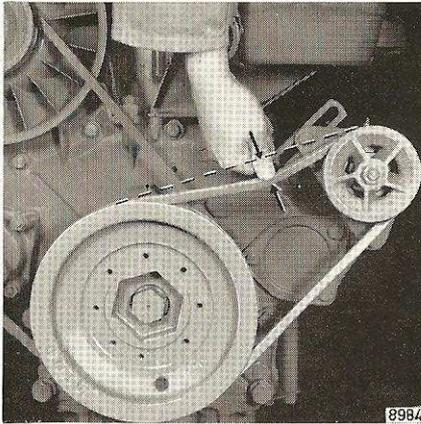
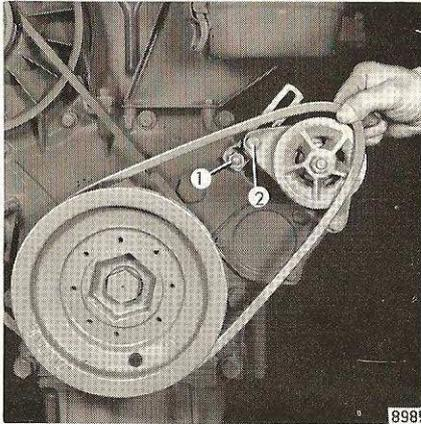

Fig. 31
Fig. 32
**B 12** Vérifier la tension de la courroie trapézoïdale de la dynamo toutes les 240 heures de service (tous les deux changements d'huile), en appuyant avec le pouce (fig. 31). La courroie trapézoïdale ne doit pas se laisser repousser de plus de 10 à 15 mm environ. Quand il y a lieu de retendre la courroie, desserrer légèrement l'écrou à six pans 1 (fig. 32) ainsi que la vis de fixation 2. Pousser la dynamo vers l'extérieur jusqu'à ce que la tension correcte de la courroie soit atteinte. Bloquer de nouveau l'écrou à six pans 1 et la vis de fixation 2.
La courroie trapezoïdale de la dynamo comme celle de la soufflante sont faciles à enlever et à mettre en place sans tournevis ni autre outil (ce qui évite les endommagements) en desserrant l'écrou six pans 1 (fig. 32) et la vis de fixation 2. Pousser maintenant la dynamo tout contre le moteur. Il est alors facile de passer la courroie.